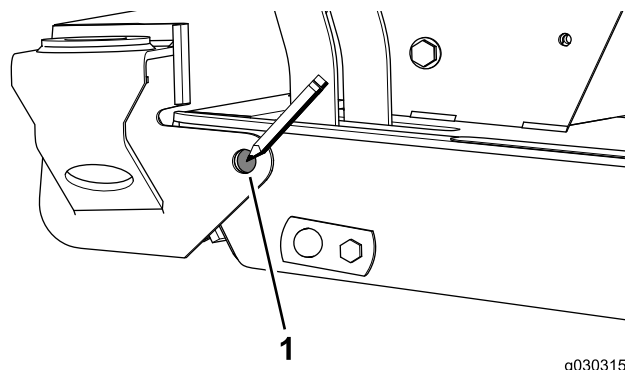

Figura 5
2. Transfira o ponto central do orifício na montagem frontal para a máquina (Figura 5).